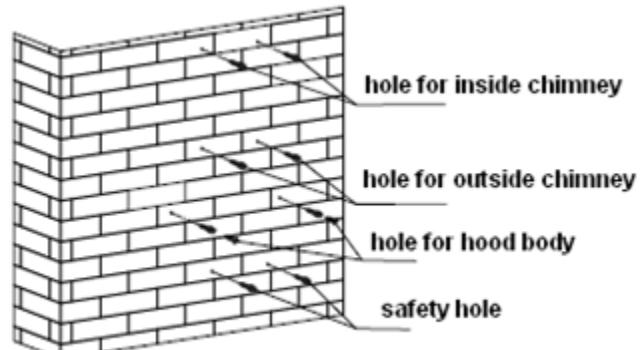

Imagen 2
- Instale o gancho num local adequado quando a altura da instalação estiver definida e mantenha-o alinhado. Ver *Imagen 2*.